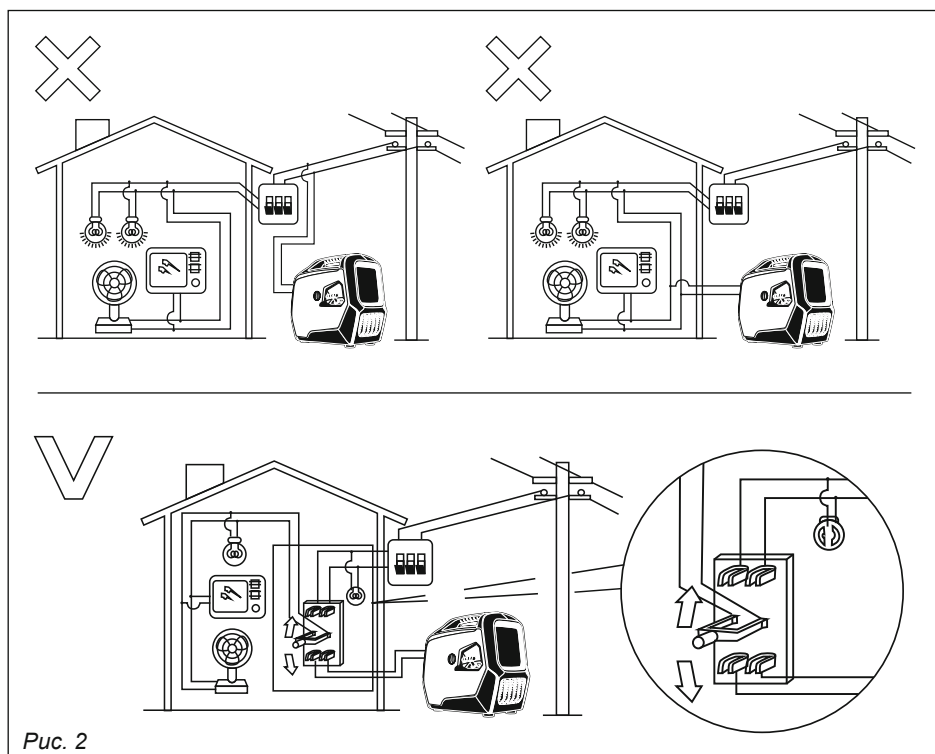

Рис. 2
5.3. Подключение к домашней сети (рис. 2)